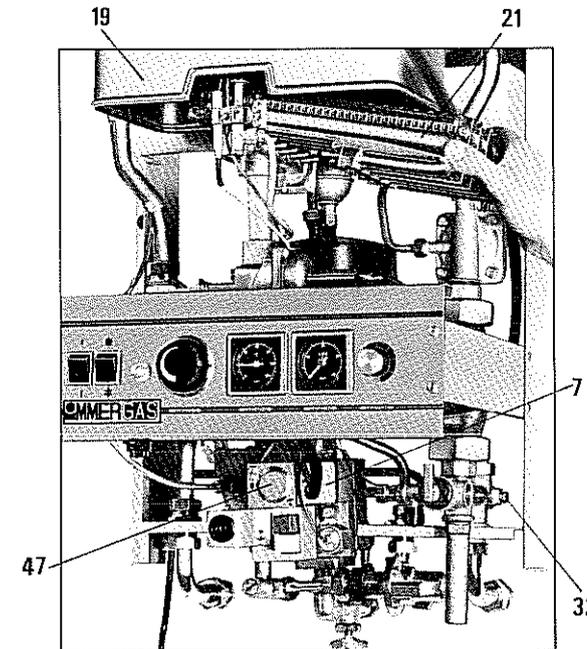

FIG. 14
— Per fare questo sfilare il bruciatore (21) dagli ugelli e dalla relativa camera di combustione (19) (vedi fig. 14).
Se il bruciatore non si accenderà ad una regolazione del termostato superiore ai 45°C, con la pompa di circolazione che funziona normalmente, si può rimediare con estrema semplicità all'inconveniente, aprendo la spilla conica (32) di regolazione bypass (vedi fig. 14), fino a quando la fiamma del bruciatore avrà raggiunto il suo normale sviluppo.